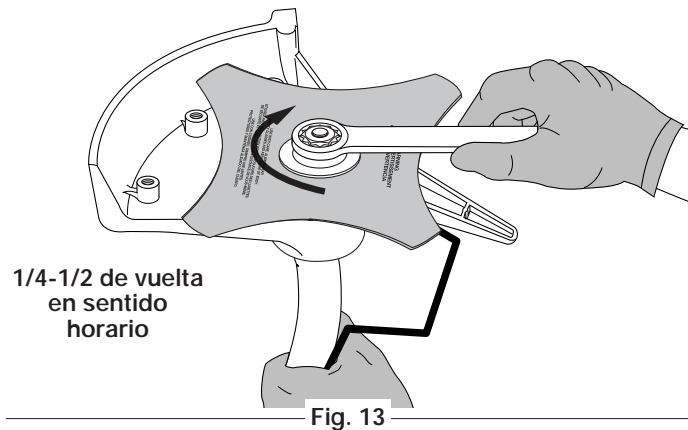

Fig. 13
- Si no tiene una llave de torsión, use una llave de casquillo o de boca cerrada de 11/16 de pulgada, gire la tuerca hasta que el retén de la cuchilla esté ajustado contra el buje del eje. Verifique que la cuchilla esté instalada en forma correcta, luego gire la tuerca de 1/4 a 1/2 vuelta más en sentido horario (Fig. 13).